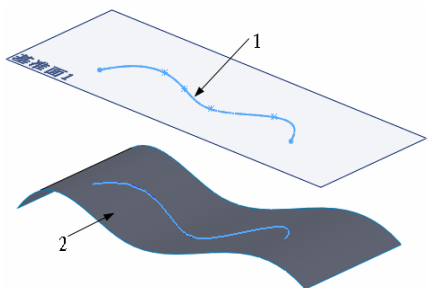
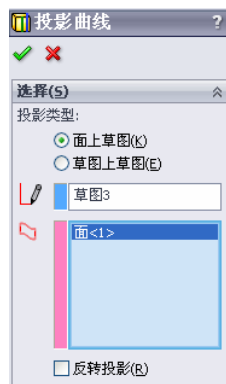

图 7-31 等轴测视图
图 7-32 “投影视图”属性管理器
⑧ 设置视图方向。单击“标准视图”工具栏中的“等轴测”图标，将视图以等轴测方向显示。结果如图 7-31 所示。
⑨ 生成投影曲线。选择菜单栏中的“插入”→“曲线”→“投影曲线”命令，或者单击“曲线”工具栏中的“投影曲线”图标按钮，此时系统弹出“投影曲线”属性管理器。
⑩ 设置投影曲线。在属性管理器的“投影类型”一栏的下拉菜单中，选择“草图到面”选项；在“要投影的草图”一栏中，用鼠标选择图 7-31 中的样条曲线 1；在“投影面”一栏中，用鼠标选择图 7-31 中的曲面 2；在视图中观测投影曲线的方向，是否投影到曲面，勾选“反转投影”选项，使曲线投影到曲面上。设置好的属性管理器如图 7-32 所示。